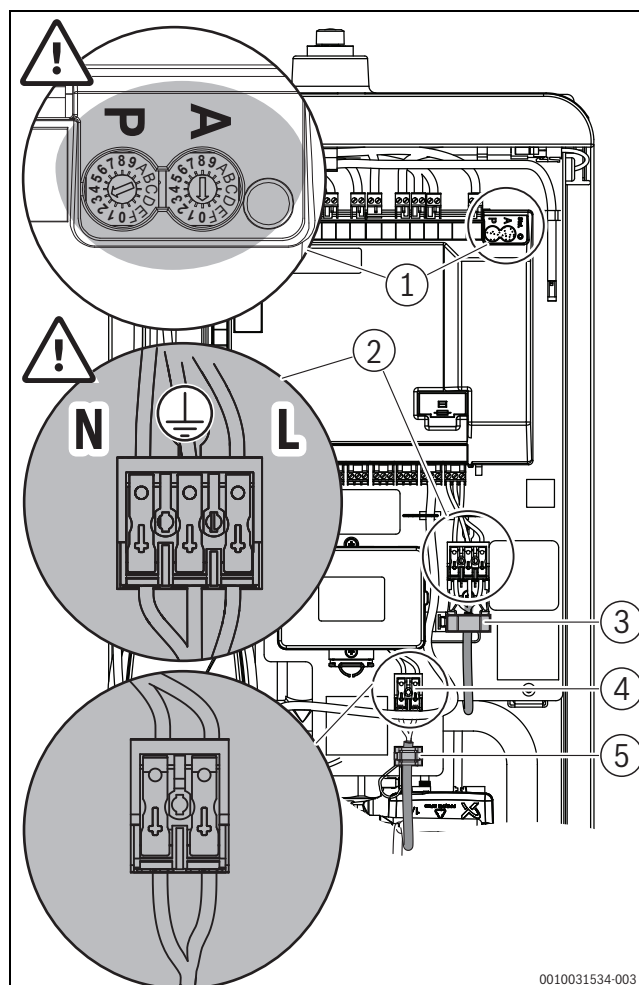

Fig. 27 Realizzazione del collegamento alla rete di alimentazione elettrica e collegamento del cavo di comando del generatore di calore supplementare
- ▶ Prestare attenzione alla corretta impostazione del potenziometro per l'uso ibrido (**P=3 e A=0**) secondo la fig. 27, [1]. Se necessario, portare con un cacciavite la freccia indicatrice nella corrispondente posizione.